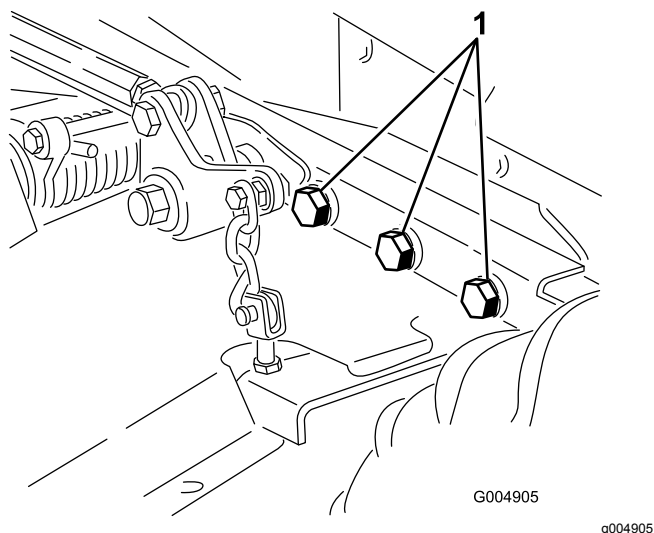

Рисунок 58
5. Проверьте затяжку всех крепежных элементов и при необходимости подтяните их. Затяните 6 болтов крепления рамы деки газонокосилки к тяговому блоку (Рисунок 58) с моментом 359 Н·м.